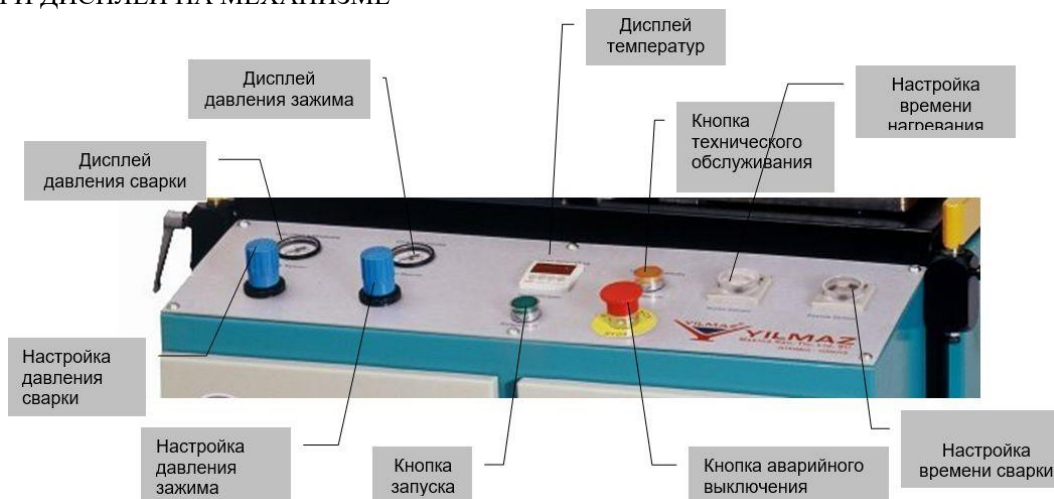

РИСУНОК 4
5.3.2 Нажмите кнопку запуска системы (Рисунок 4).
6.2.1 Для того, чтобы почистить тефлоновую крышку, нажмите кнопку Технического обслуживания (Рисунок 4). Нагревающая пластина (Рисунок 1, No. 51) поднимется вверх.